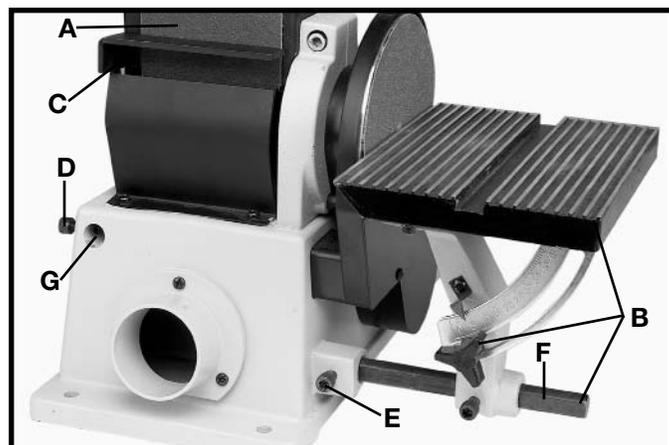

Fig. 36
Lorsque le bras de ponçage (A) fig. 36, est utilisé à la position verticale, l'ensemble de la table (B) peut être déplacé de l'ensemble du disque pour le mettre sur le côté de la bande comme suit :
2. Enlevez le butoir (C) fig. 36.
3. Installez la vis à tête creuse hex. M8 x 1,25 x 20 mm (D) fig. 36, dans la base de la ponceuse comme il est illustré. **REMARQUE :** Vissez-la partiellement dans la partie en fonte.
4. Desserrez la vis d'arrêt (E) fig. 36, et retirez l'ensemble de la table (B) du côté disque. Insérez la tige (F) dans le trou (G) du côté bande et serrez la vis (D).